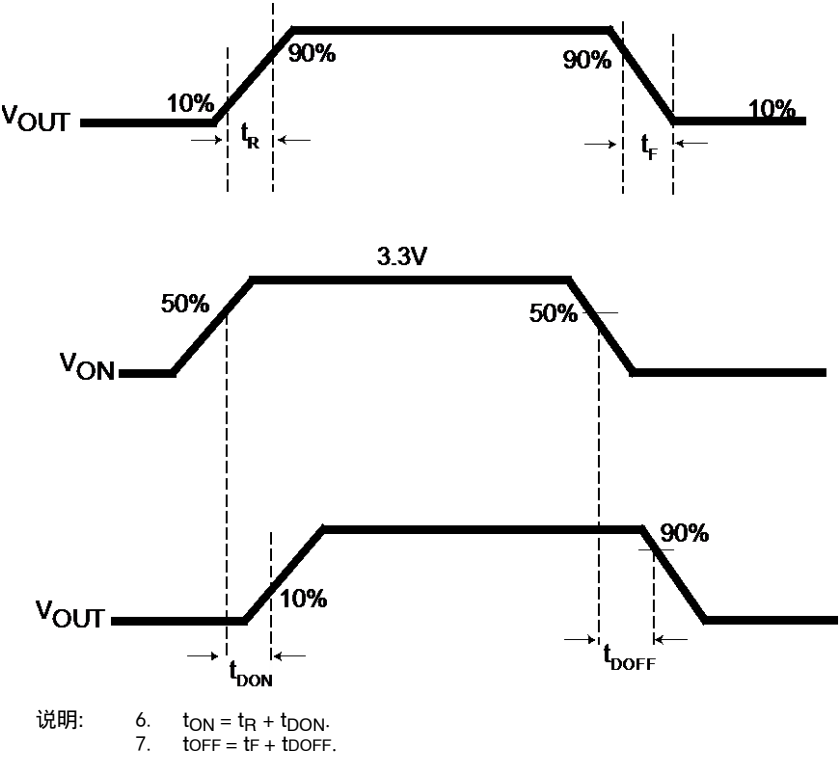

图 7. FPF1504时序图
4. $t_{DON}/t_{DOFF}/t_R/t_F$ 在 中进行定义图7。